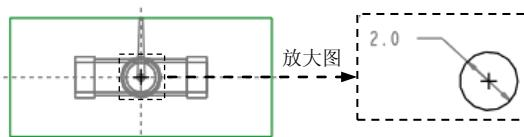

图 15.11 截面草图
(1) 定义草绘属性。右击，从快捷菜单中选择 **定义内部草绘...** 命令。草绘平面为 MOLD_RIGHT，草绘平面的参考平面为 MOLD_FRONT 基准平面，草绘平面的参考方位为 **左**。单击 **草绘** 按钮，至此系统进入截面草绘环境。
(2) 进入截面草绘环境后，绘制图 15.11 所示的截面草图。完成特征截面的绘制后，单击“草绘”操控板中的“确定”按钮 。